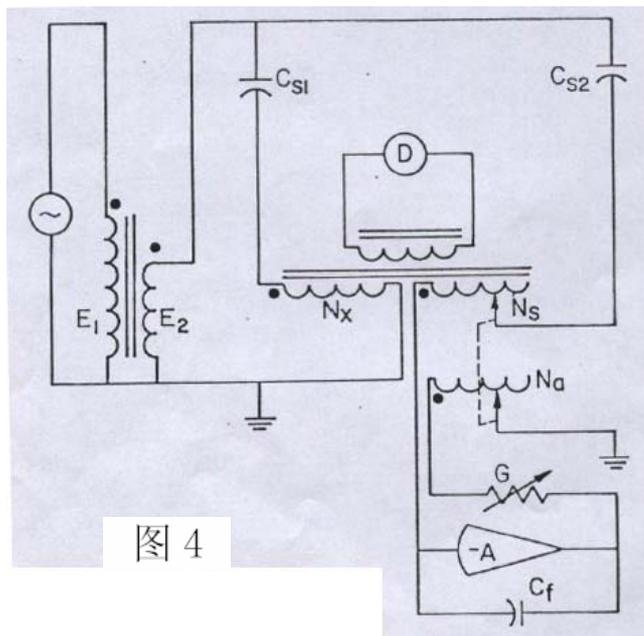

图 4
如果把二个完全已知的标准电容器来替代原来未知的电容器，并给他们加上另一个电压（见图 4），则流过第二个电容的电流与所加的电压是成正比，并且与电压的相位差了 90 度。
1. 接上电压互感器和两只标准电容器（如图 4）。